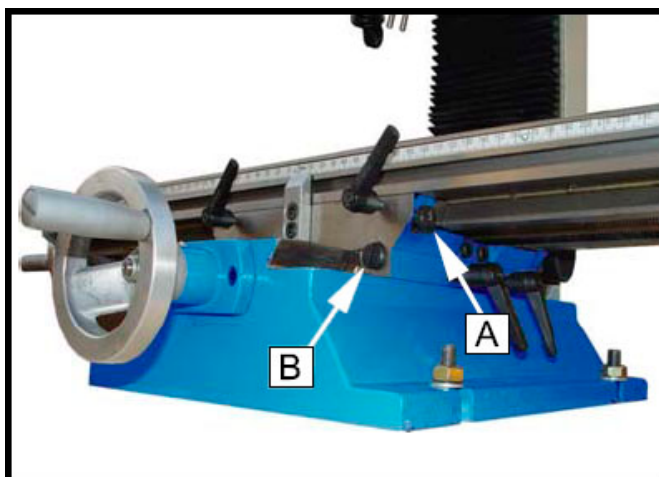
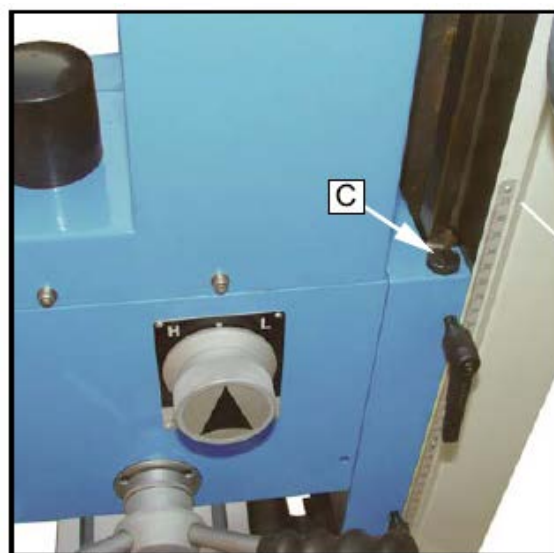

Рисунок 15.
Рисунок 16.
10.1. Винт регулировки горизонтального клина (Рисунок 15, А) находится с правой стороны основания. Винт регулировки поперечного клина (Рисунок 15, В) находится в передней части под столом. Винт регулировки вертикального клина (Рисунок 16, С) находится на каретке вертикальных направляющих.